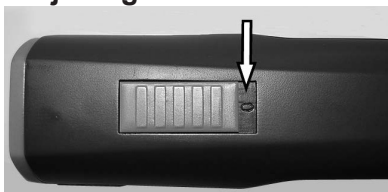

Fig. 4 Kontakt i OFF-position ("0")
1. Sæt kontakten i position "0" (Fig. 4).